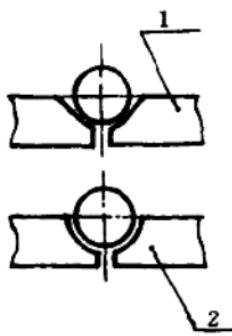

图 1-3 活塞环
(6) 活塞环。NF50 发动机的两道气环均为梯形环,第一道活塞环 23 为镀铬环,第二道活塞环 22 外圆表面无铬层,且两道环的开口形状不同,如图 1-3 所示。
(7) 活塞销及挡圈。NF50 发动机的活塞销 18 形状为空心圆管形。为防止活塞销滑出,在活塞的销孔两端采用挡圈 17 定位。